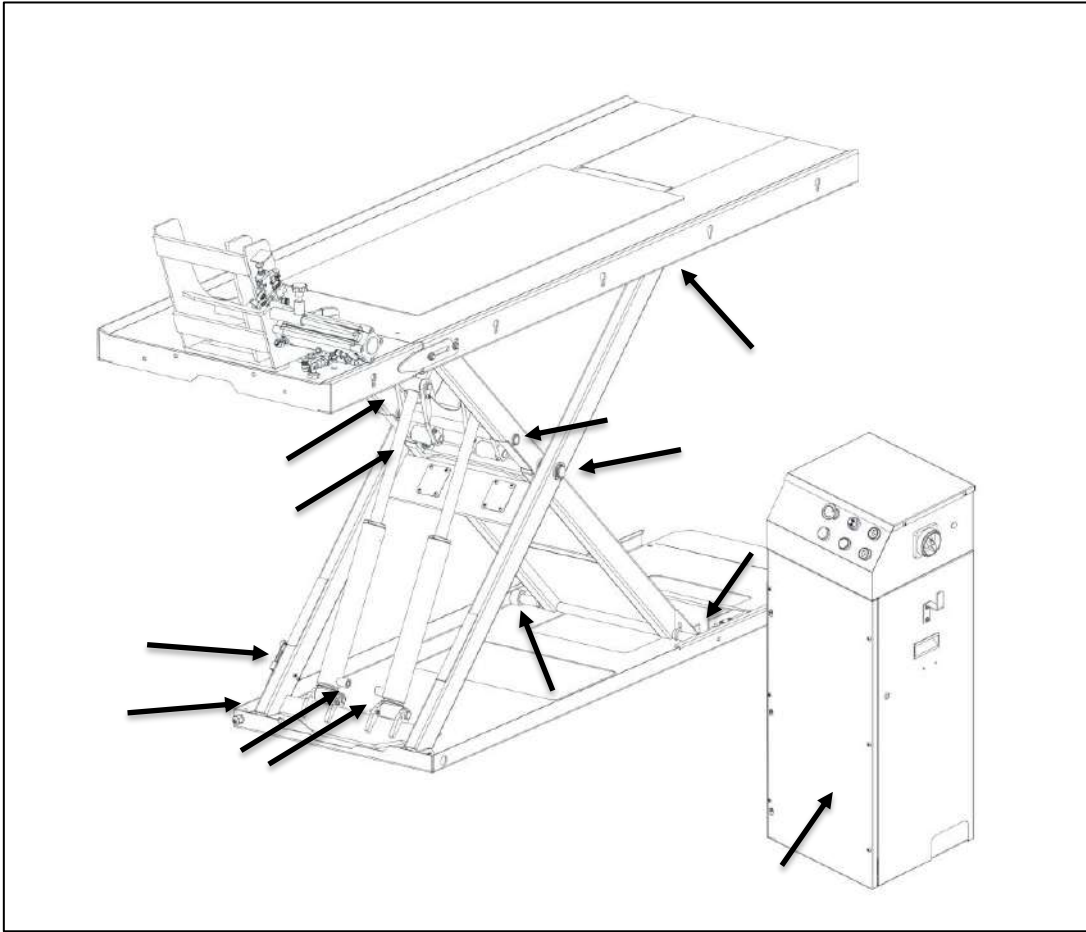

Fig. 13 - Tjek ved årlig vedligeholdelse af maskinen
6.4 Årlig vedligeholdelse (visuel oversigt fig. 13)